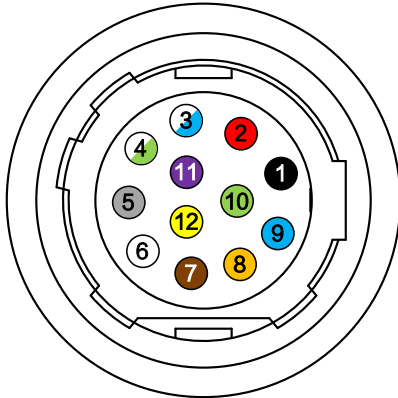

图4-9 12-pin P10 接口
对应的管脚信号定义如图4-9、表4-3所示。
- 图4-9与表4-3中所示的线芯仅为我司销售的线缆线序以及对应的线芯颜色，若线缆不是从我司购买，请以实际线序以及对应线芯颜色为准。